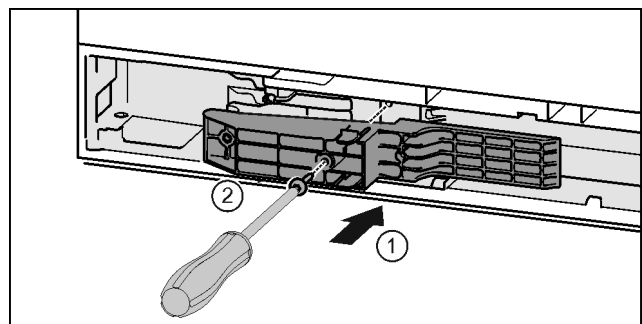

Fig. 45 \*
- ▶ Adapterstuk aan de greepzijde in de uitsparing plaatsen. Fig. 45 (1)\*
- ▶ Schroeven met schroevendraaier T15 vastschroeven. Fig. 45 (2)\*